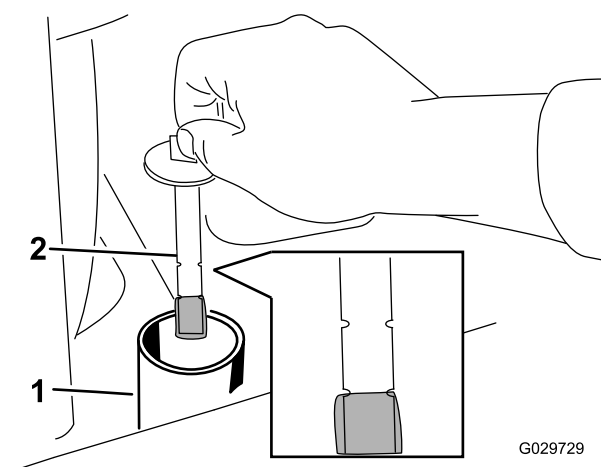

Figura 28
6. Togliete il tappo dal collo del bocchettone e controllate il livello del fluido sull'asta di livello (Figura 28).